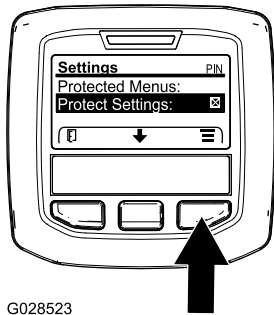

Figura 73
**Nota:** Si no hay una X en la casilla a la derecha de la opción Proteger configuración, los submenús L Boom (brazo izquierdo), C Boom (brazo central), R Boom (brazo derecho) y Reset Defaults (Restablecer ajustes predeterminados) no están bloqueados con el PIN (Figura 73).
**Nota:** Aparece una X en la casilla situada a la derecha de la opción Proteger configuración (Figura 73).